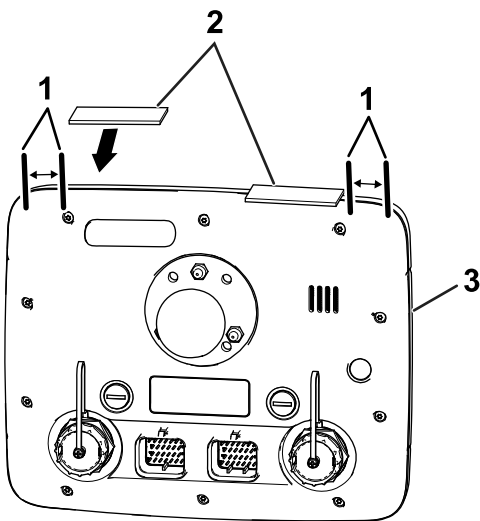

图2
2. 如 图2 所示在打药机监控器的顶部将胶粘带与打药机监控器对齐。